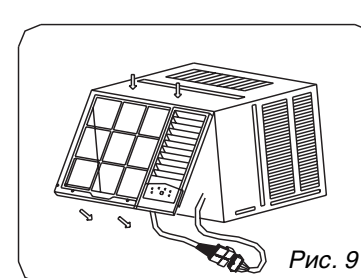

Рис. 9
1. Установите переднюю панель кондиционера и подключите провода. Будьте аккуратны, не повредите кабель датчика температуры (рис. 9).